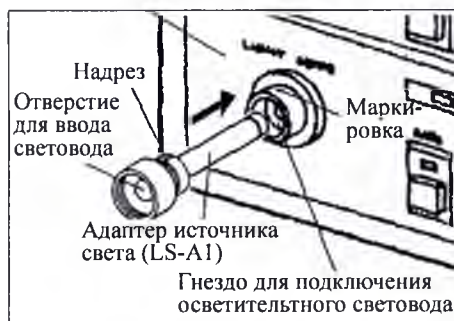

Рисунок 5
7.1.7 Вставить адаптер источника света в гнездо «LIGHT GUIDE» источника света RLED-80 передним концом вперед до упора так, чтобы надрез, нанесенный на адаптере, совпал с маркировкой у гнезда для подключения осветительного световода (см. рисунок 5).